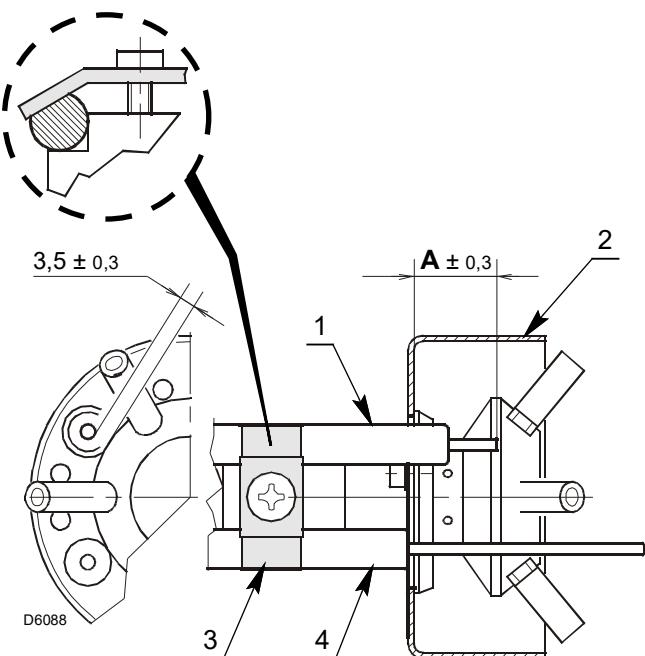

Fig. 15
- S'assurer que la plaque 3)(Fig. 15) est toujours insérée dans la partie aplatie de l'électrode 1).